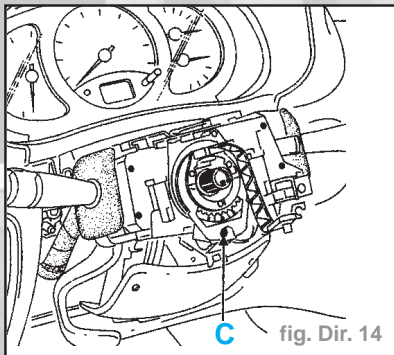

fig. Dir. 14
- Desserrer la vis (C) puis taper d'un coup sec sur le tournevis pour débloquer le cône et dégager l'ensemble de la colonne de direction (fig. Dir. 14).